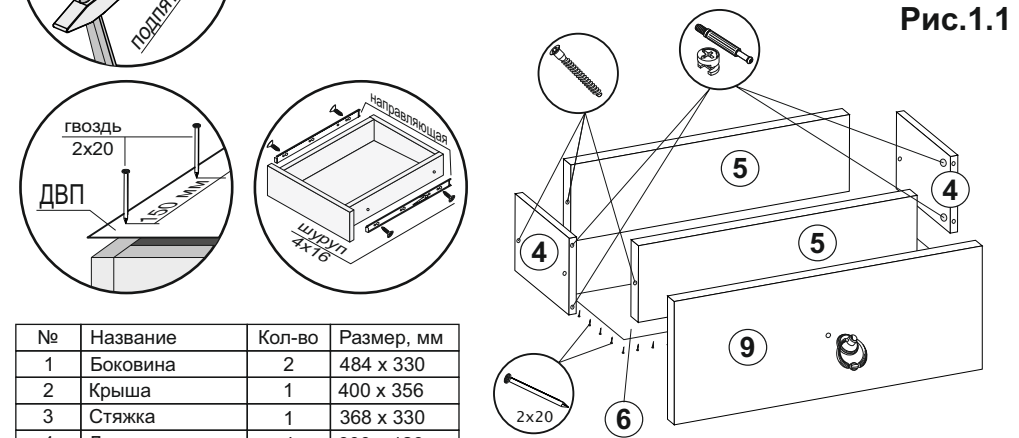

Рис.1.1
- Произвести сборку ящиков:** Соединить детали ящика (4,5) еврошурупами. Замерить диагонали получившихся ящиков и прибить ДВП (6) гвоздями 2x20. Прикрутить ручки к створкам (9) винтами M4x16. Установить створки (9) на собранные ящики с помощью эксцентриков. Прикрутить ответные части направляющих по центру деталей ящика (4) шурупами 4x16 (рис.1.1).